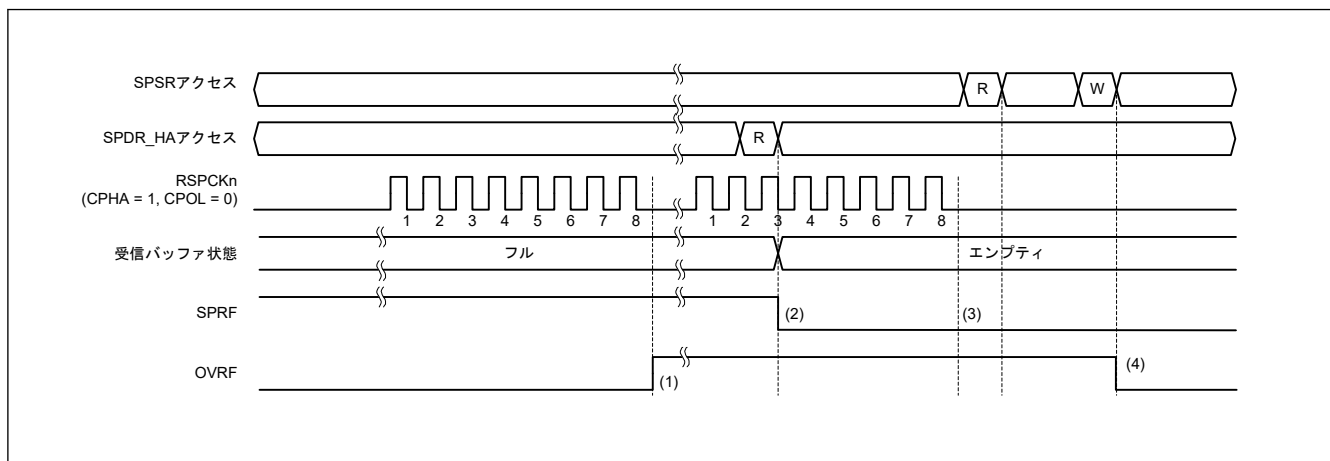

図 30.37 OVRF フラグおよび SPRF フラグの動作例
図 30.37 に OVRF フラグと SPRF フラグの動作例を示します。図 30.37 に記載した SPSR アクセスと SPDR_HA アクセスは、それぞれ SPSR、SPDR_HA レジスタへのアクセス状況を示しています。W は書き込みサイクル、R は読み出しサイクルを示しています。この例では、SPCMDm.CPHA ビットが 1、SPCMDm.CPOL ビットが 0 の設定で、SPI が 8 ビットのシリアル転送を実行しています。RSPCKn 波形の下に記載した数字は RSPCK サイクル数 (= 転送ビット数) を示しています。
以下に、図 30.37 の (1) ～ (4) に示したタイミングでのフラグの動作内容を説明します。